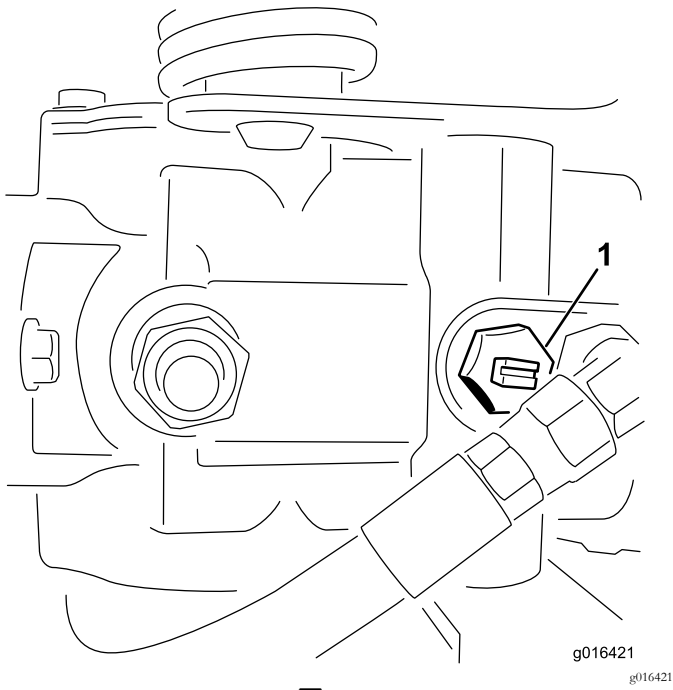

图33
1. 找到并旋转泵上的旁通阀、使槽处于垂直位置 (图 33)。
2. 启动发动机之前、旋转旁通阀、使槽处于水平位置、这样就可以关闭旁通阀 (图33)。